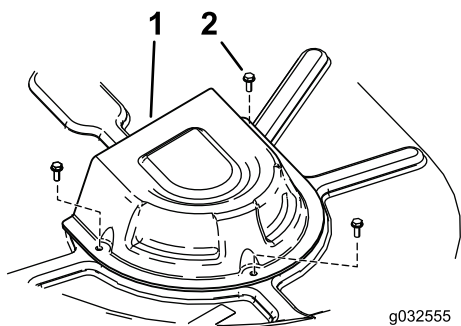

Figura 60
4. Retire las cubiertas de la polea (Figura 60).
6. Pase la correa nueva alrededor de las poleas del motor y del cortacésped (Figura 60).